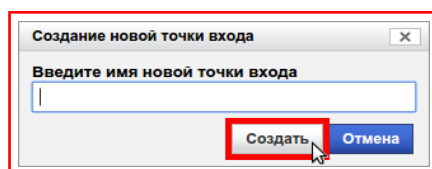

Рисунок 9.61 — Кнопка «Создать»
- 2) Нажать на кнопку **«Создать»**, рисунок 9.61.